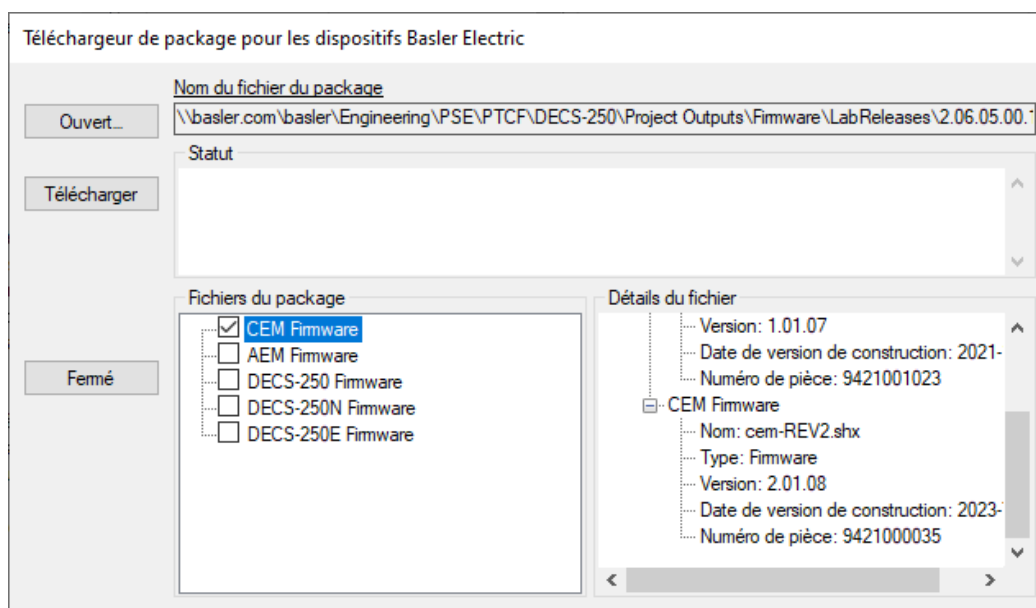

Figure 6-1. Téléchargeur de package pour les dispositifs Basler Electric
8. Lorsque l'écran Téléchargeur de package pour les dispositifs Basler Electric (Figure 6-1) s'affiche, cliquez sur le bouton Ouvert pour rechercher la package de l'appareil que vous avez reçu de Basler Electric. Les fichiers du package ainsi que les détails des fichiers sont indiqués. Cochez les cases situées à côté de chacun des fichiers que vous souhaitez transférer.